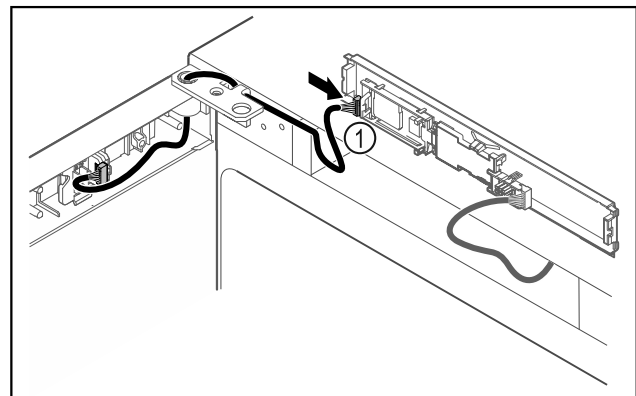

Fig. 47
- ▶ Stecker Fig. 47 (1) an Platine anstecken.